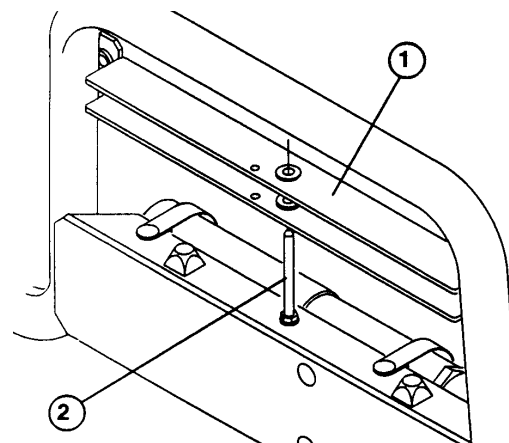

Fig. 10
- B. Rimuovere il supporto del pianale dal prigioniero di rimessaggio, sopra il profilato di supporto dello schienale del Workman (Fig. 10).